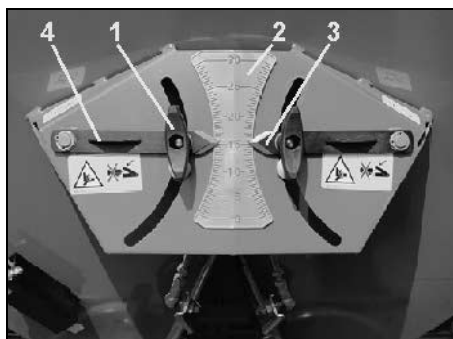

Fig. 28
- Lossa vingmuttrarna (Fig. 28/1).
- Sök upp rätt spjällinställnings-/skalvärde (från såtabell eller via utmatningsprov) på skalan (Fig. 28/2).
- Ställ spakarna (Fig. 28/4) så att avläsningskanten (Fig. 28/3) står mittför detta skalvärde.
- Drag åt vingmuttrarna (Fig. 28/1) ordentligt.